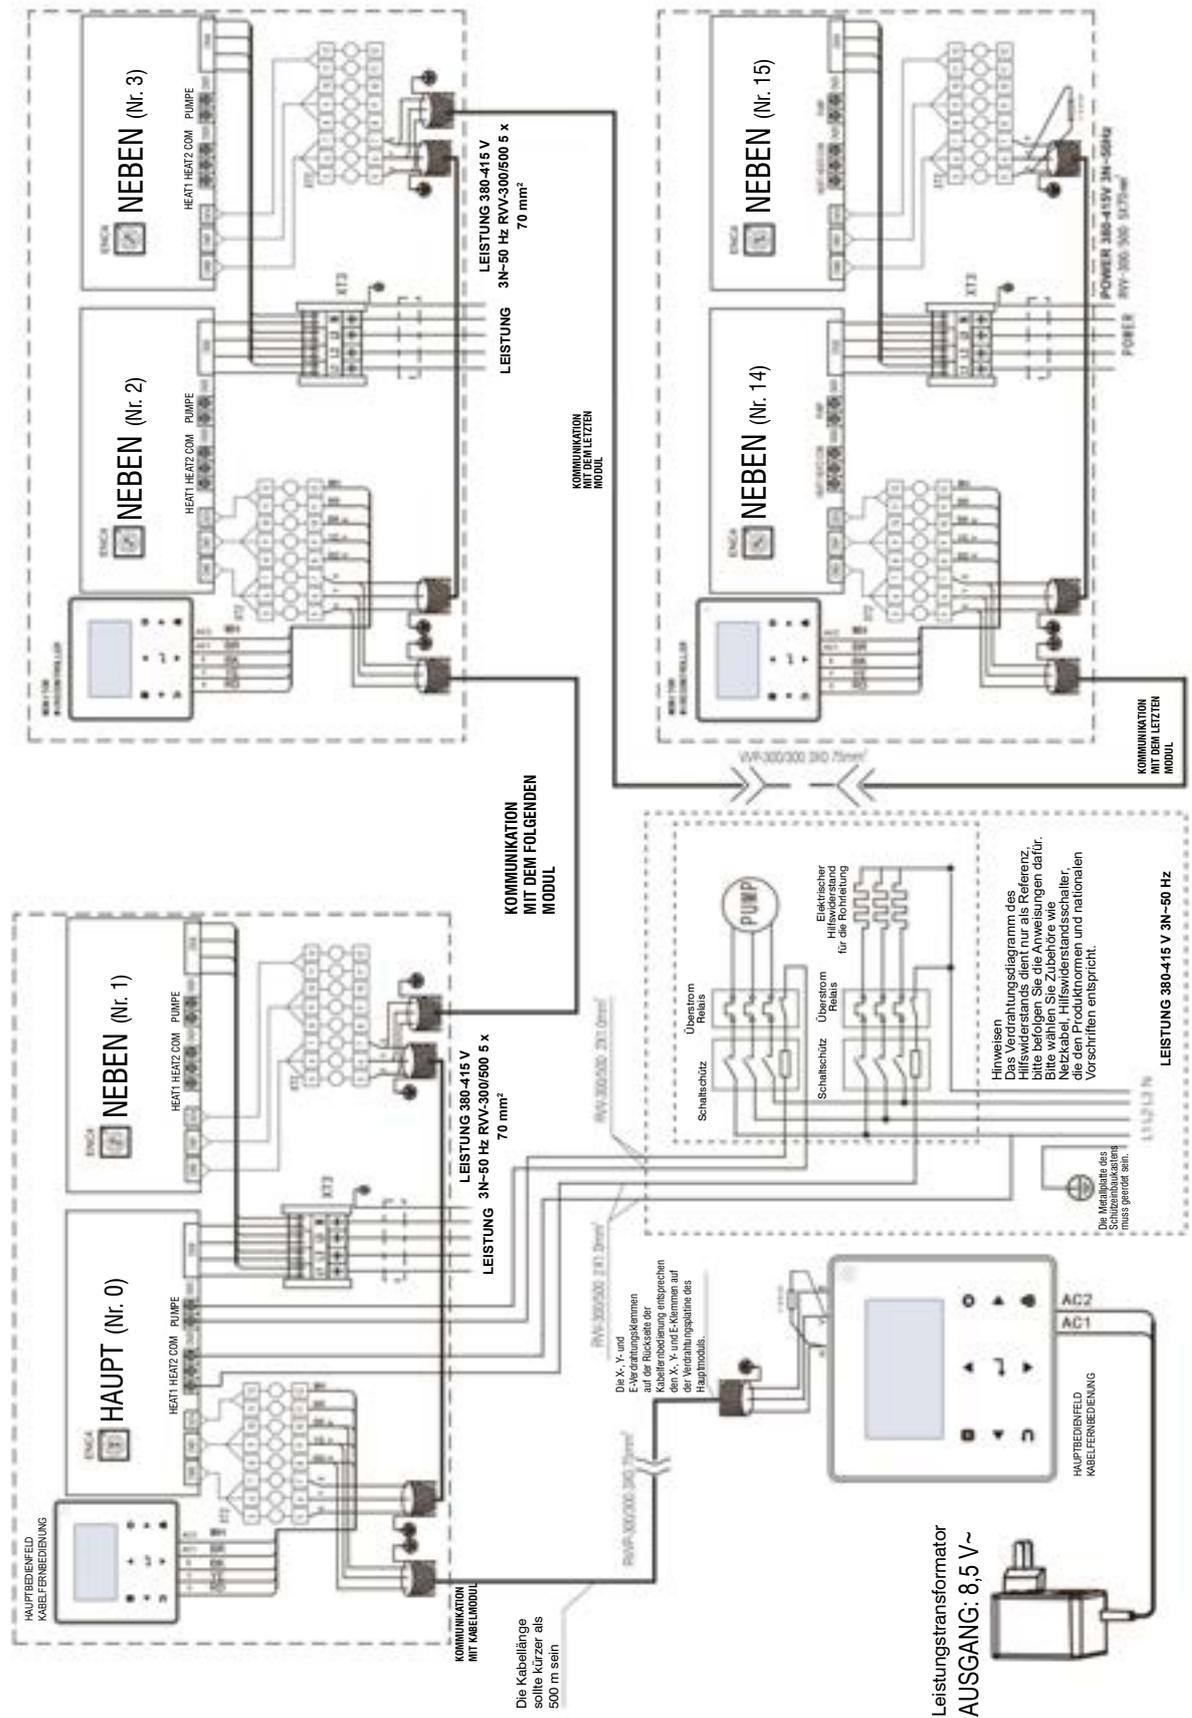

Abb. 8-28 Netzwerkkommunikationsschema für die Haupteinheit und Nebeneinheiten für MUENR-180-H12T / MUENR-180-H12T(K).
- c) Die Einlassleitung des Geräts muss einen Strömungsschalter als Abschaltenschutz bei mangelnder Strömung im Gerät haben. Beide Enden des Strömungsschalter müssen mit waagerechten geraden Rohrabschnitten versehen sein, die den 5-fachen Durchmesser des Einlaufrohres haben. Der Strömungswächter muss streng nach der "Flow Switch Installation and Adjustment Guide" (Abb. 8-28, 8-29) installiert werden. Die Leitungen der Strömungsschalter müssen mit einem abgeschirmten Kabel zum Schaltkasten geführt werden (Details siehe "Anschlussplan"). Der Arbeitsdruck des Strömungsschalter beträgt 1,0 MPa, und seine Interferenz hat einen Durchmesser von 1 Zoll. Nach der Installation der Rohrleitung wird der Durchflussschalter richtig eingestellt, um den Wasserdurchfluss des Gerätes zu berücksichtigen.